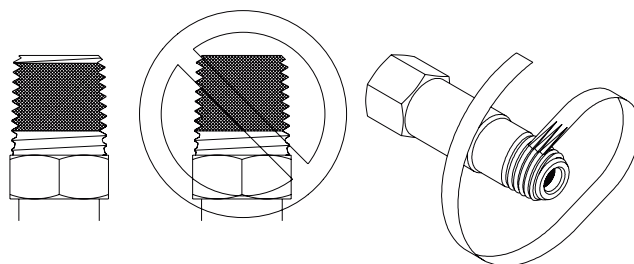

Bild 1
- Försäkra dig om att alla anslutningar är säkrade och täta. Teflontejp bör användas på röranslutningar, men undvik att fästa teflontejp ända upp på gängan. Före montage av teflontejp, inspektera NPT gängan och ifall det behövs, rengör anslutningen från smuts eller tätning-medel som finns kvar på gängan. Börja med teflontejp på andra gängan som visas i bild 1 nedan, teflontejpen får inte överlappa änden på anslutningen. När teflontejpen har virats längs med gängriktningen, tryck på änden på tejpen så att den formar sig efter gängan. Applicera två överlappande lager med teflontejp. Skär av överskottstejpen och tryck fast änden in i gängan.